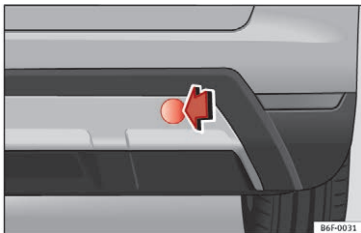

Fig. 107 Højre side af den bageste stødfanger: dækkappe
- Tryk for at frigøre den på afdækningens højre del, så den bliver clipset ud »» **Fig. 107.**